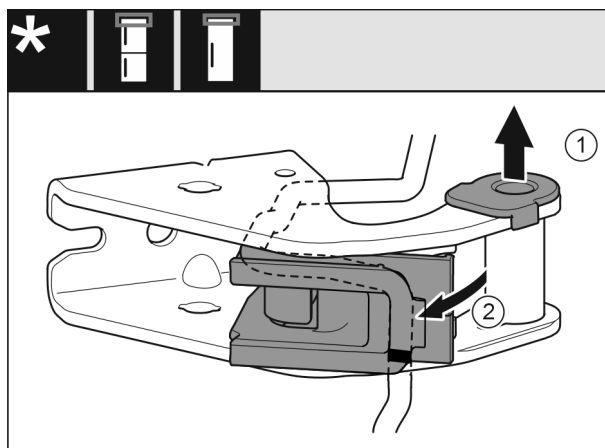

Fig. 26
- ▶ Извадете лагерната втулка от водача. Fig. 26 (1)
- ▶ Завъртете навън кабелния държач. Fig. 26 (2)